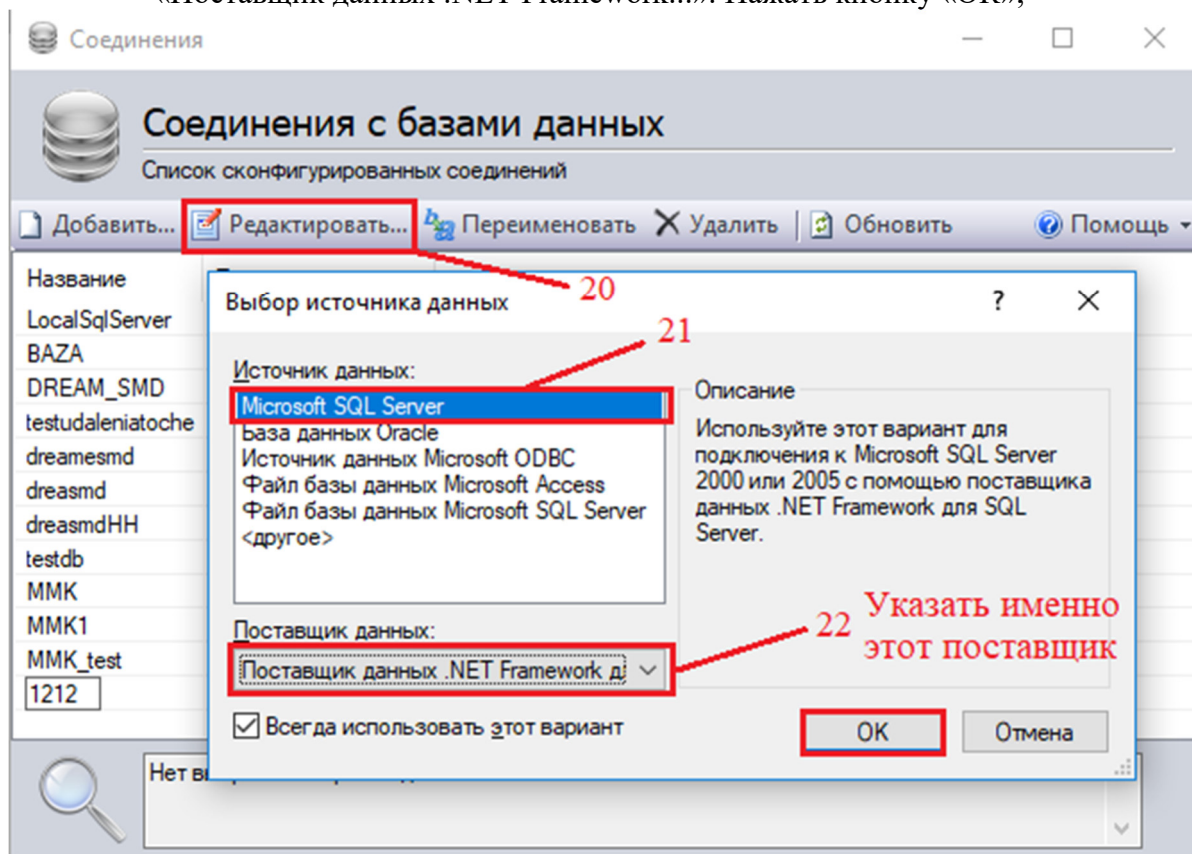

Рисунок 3.1.12
- в окне «Соединения с базами данных» (см. Рисунок 3.1.12) нажать кнопку «Редактировать...» и в появившемся окне «Выбор источника данных»